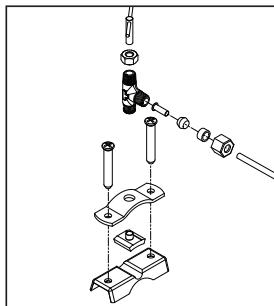

FIGURE 3
- Assembler le robinet-vanne à étrier (saddle valve) fourni dans l'ensemble d'installation du Wave (*figure 3*).